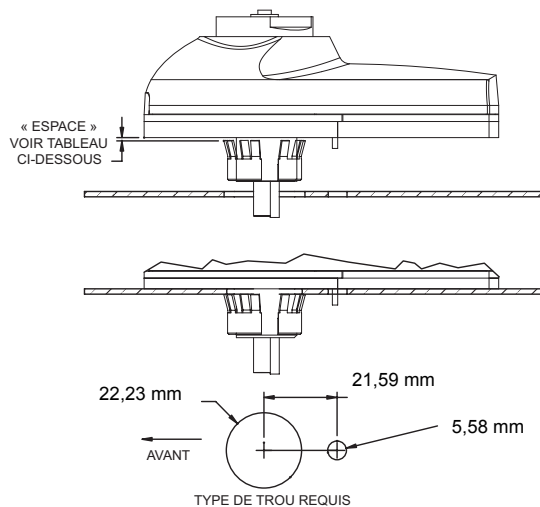

Figure 2 Installation cachée
2. Couper ou percer des trous dans la surface de montage (0,33 cm maximum d'épaisseur) selon les dimensions et la position sur la Figure 2.